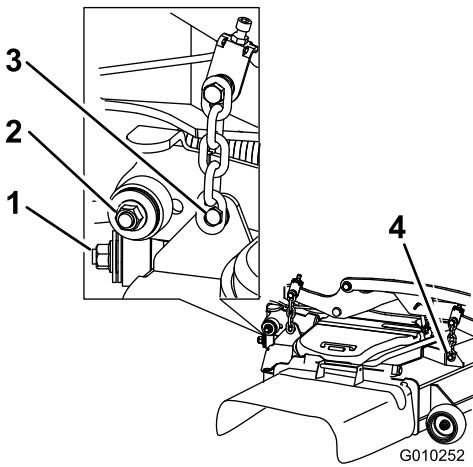

Figure 94
7. Enlevez et mettez de côté les fixations des deux côtés du tablier, comme montré à la Figure 94.